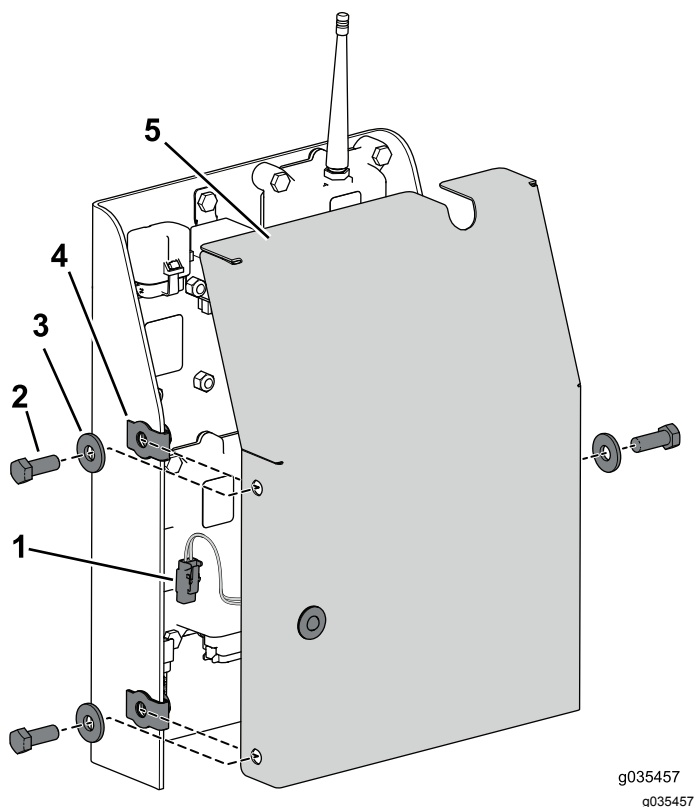

Bild 26
1. Schließen Sie die Anzeigelampe am Kabelbaum an (Bild 26).
2. Befestigen Sie die Abdeckung mit der vorher entfernten Schraube ($\frac{3}{8}$ " x 1") und Mutter am Fach (Bild 26).